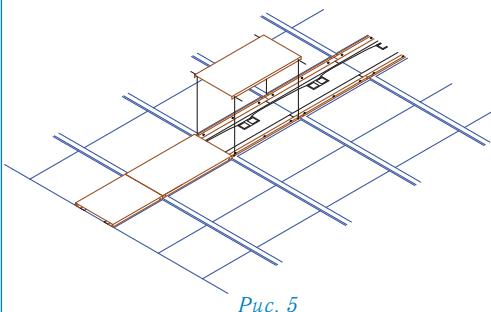

Рис. 5
Установка снегозадержателя (рис. 5)
Крепеж снегозадержателя осуществляется саморезами через специально отведенные отверстия (рис. 5а).
Количество снегозадержателей на крыше зависит от климатических условий данной местности, от размеров и уклона кровли. На рис. 5б предлагается возможная схема установки снегозадержателей.
Установка крышки-клип (рис. 5)
- далее зафиксируйте крышки с помощью крепежных винтов (рис.5).